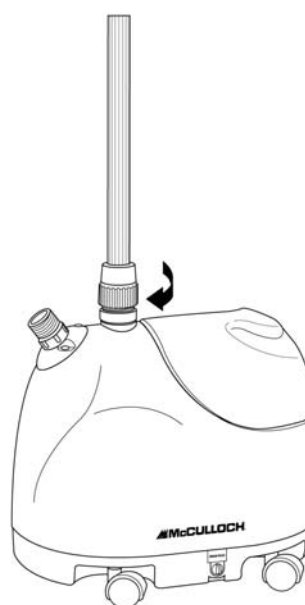

FIGURE 5
3. Vissez le Raccord du Manche en le tournant dans le sens des aiguilles d'une montre jusqu'à ce qu'il soit serré et que le Manche Télésopique soit fermement maintenu en place. (FIGURE 5).